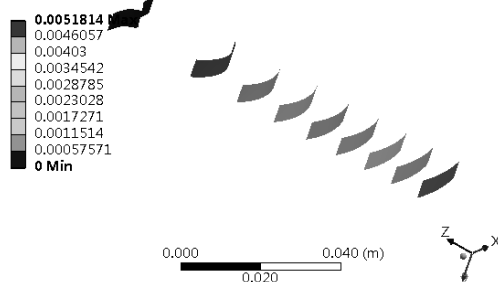

图 4-5 IsoSurface 方式
(2) IsoSurface：对于显示相同的值域是非常有用的，如图 4-5 所示。